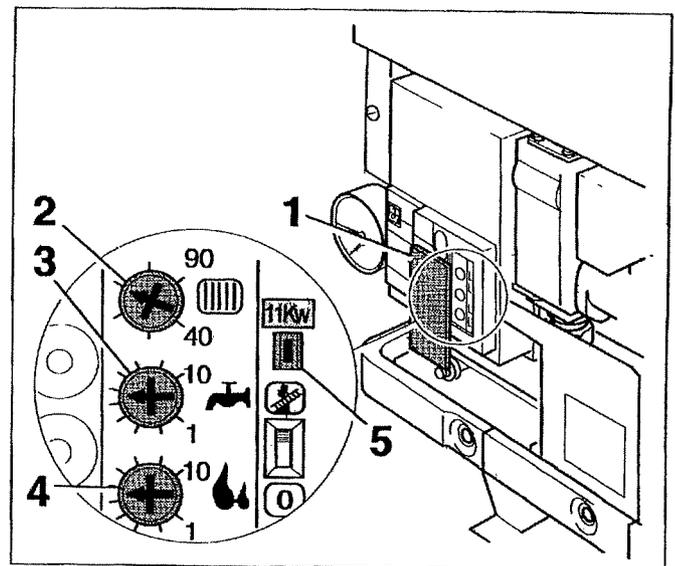

Fig. 18 2° livello di comando
- ◆ Togliere il coperchio del 2° livello di servizio (Fig. 18, punto 1).
- ◆ Impostare il regolatore (Fig. 18, punto 2) sulla temperatura di mandata desiderata, a seconda di come è stato progettato l'impianto. Taratura di fabbrica = 75°C.
- ◆ Impostare la temperatura di mantenimento dell'acqua sanitaria con l'apposito regolatore (Fig. 18, punto 3).
- ◆ Regolare la potenza calorifica in base alle proprie esigenze (Tab. 2) con l'apposito regolatore (Fig. 18, punto 4). Calcolo del fabbisogno di calore come da DIN 4701.